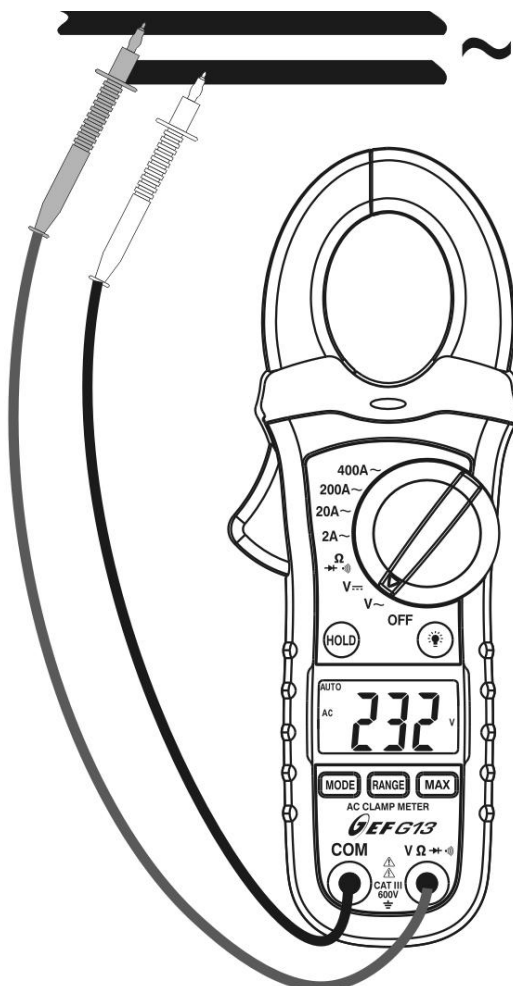

Fig. 3: Uso da pinça para medir Tensões CA
4. Inserir o cabo vermelho no terminal de entrada $V\Omega\sim$ e o cabo preto no terminal de entrada **COM** (ver Fig. 3)